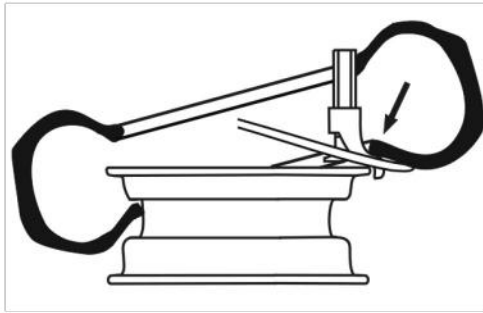

Fig. 25
- Levez la roue, et mettez le bord inférieur de la roue comme sur la Fig.25.